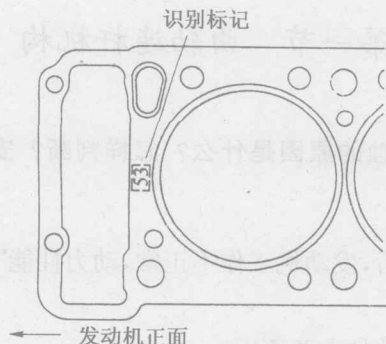

图 1-1 气缸垫标记
- (1) 更换气缸垫应在冷机时进行。
- (2) 先拆下气缸盖上的附件。
- (3) 按规定顺序从气缸盖两端向中央部位的顺序均匀地拧松气缸盖上的固定螺栓和螺母, 卸下螺栓螺母, 抬下气缸盖, 取下旧气缸垫。
- (4) 安装新气缸垫时, 应使缸垫上的标记朝向气缸盖, 如图1-1所示。